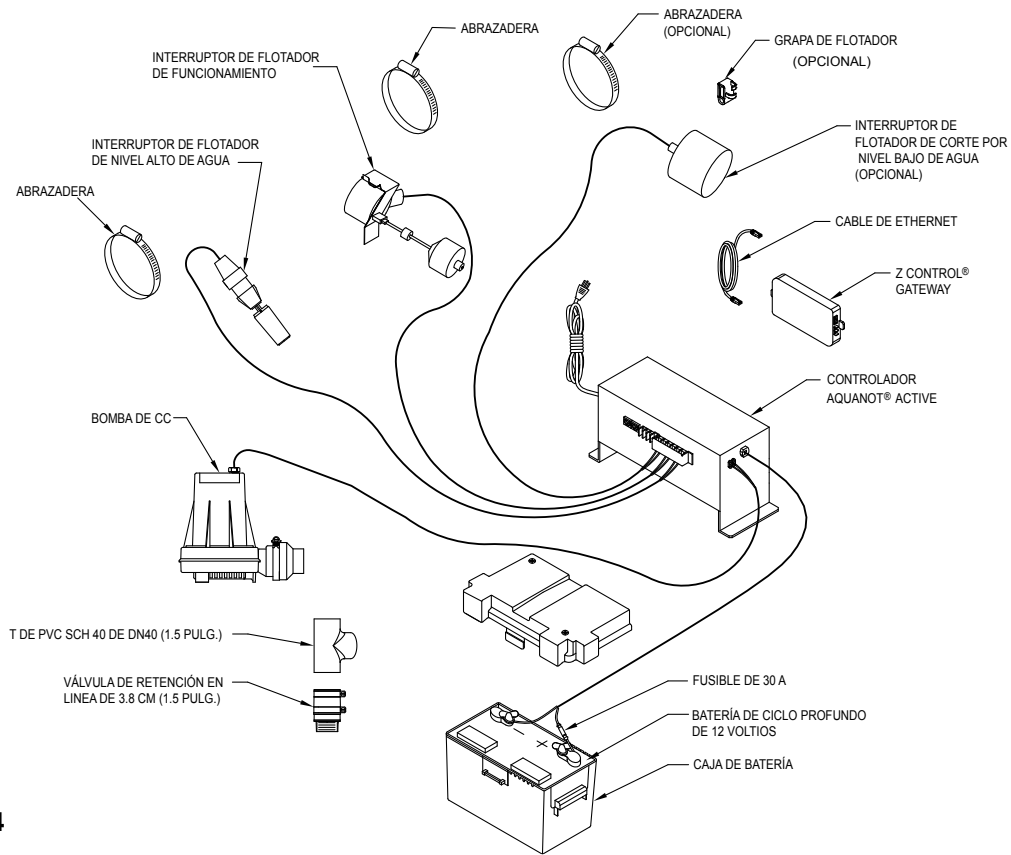

FIGURA 4
6. Una el acoplamiento reductor de la descarga de la bomba de CC con el codo con soldadura en frío como se muestra en la Figura 4. Asegúrese de que la junta tórica esté correctamente situada en la descarga de la bomba. Deslice la bomba de CC hasta el acoplamiento y apriete la abrazadera de la manguera.